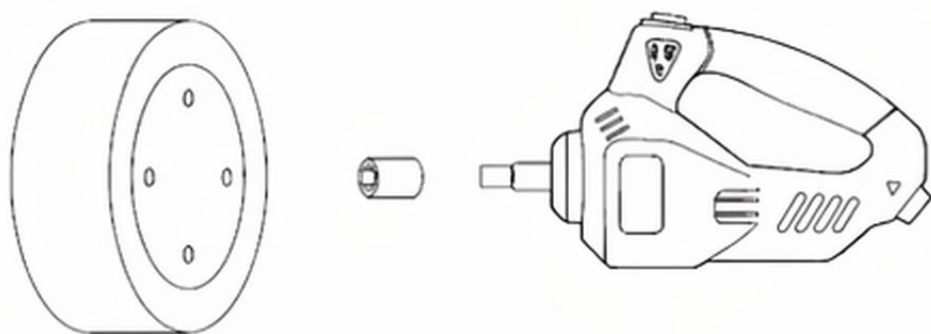

Figure 1
3. Choisissez la douille appropriée à fixer à l'arbre de la clé (consultez la Figure 1).